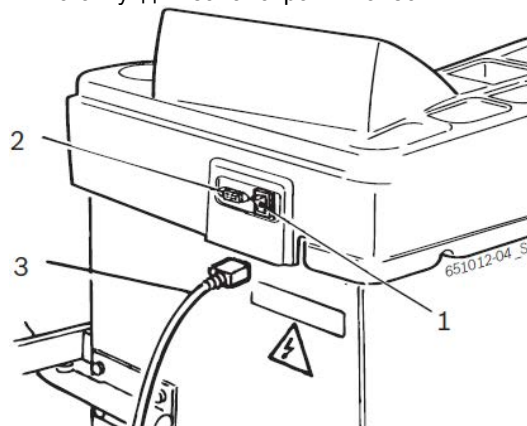

Рис. 4. Электрическое подключение:
2. Включите станок для балансировки колес при помощи включателя/выключателя (рис. 4, поз. 1).